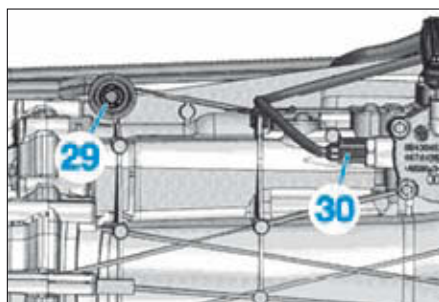

FIG. 25
- Débrancher le connecteur (29) du contacteur de rapport et dégager le câble électrique (Fig.25).
- Déposer la vis (30) de la tringle de poussée.